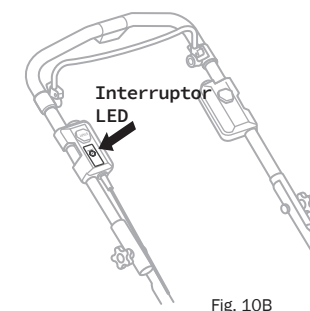

Fig. 10B
- Para encender las luces, presione el interruptor LED en la caja de interruptores (Fig. 10B).